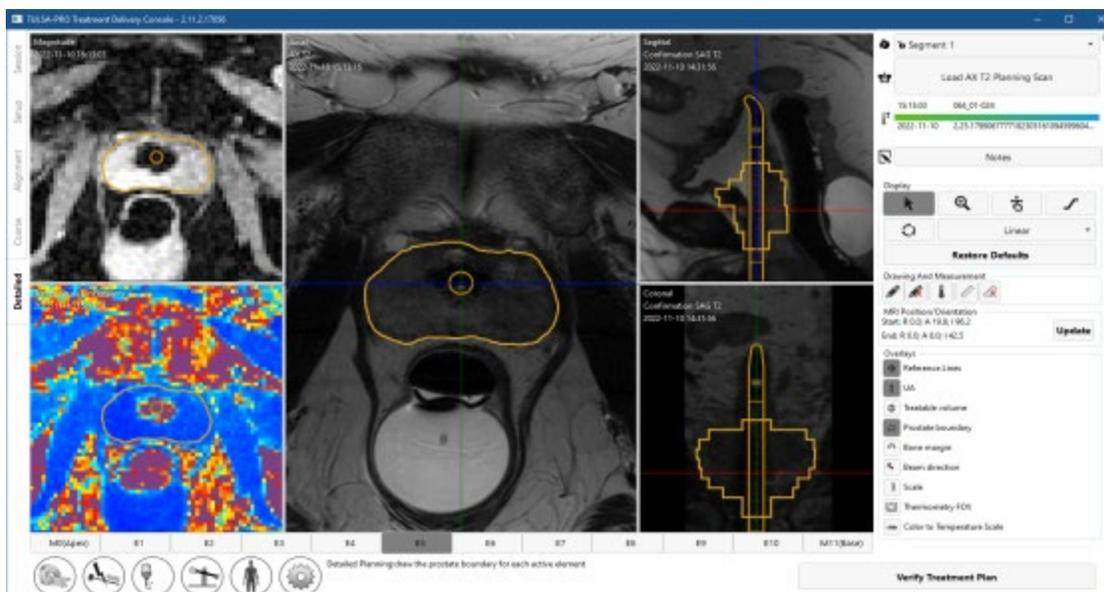

Figura 40: Planificación detallada tras trazar los límites
2. Para dibujar el límite de la próstata, seleccione la herramienta de dibujo y trace el contorno del tejido que se va a ablacionar en cada corte basándose en las imágenes de magnitud AX T2 y THERM correspondientes (*figura 40*). Puede seleccionar cortes individuales haciendo clic en la pestaña numerada de la parte inferior de la pantalla o pulsando las teclas de flecha izquierda y derecha del teclado. Utilice las vistas sagital y coronal de las imágenes SAG T2 para verificar la zona de ablación prevista en tres dimensiones.